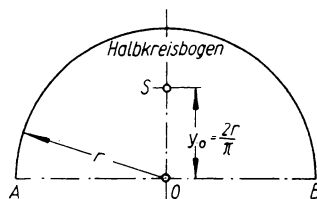

Bild 67
**Lösung:** Die Formel voriger Aufgabe, auf den Halbkreisbogen (Bild 67) angewandt, ergibt